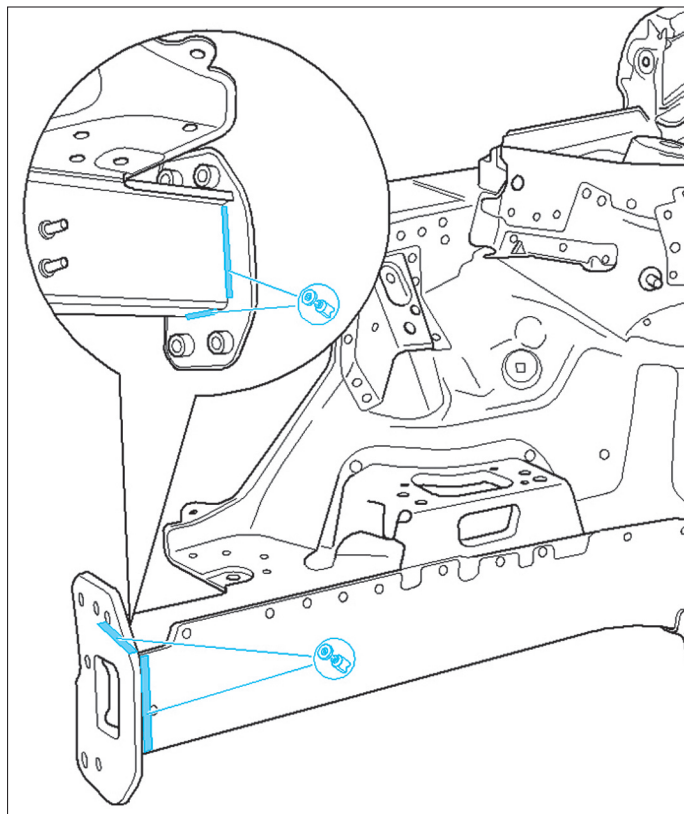

FIG. 11
- Meuler la tôle de fermeture du longeron et la déposer (Fig.11).